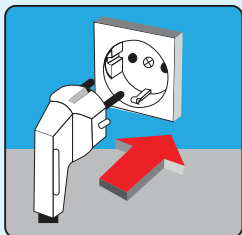

Рисунок 13
- Вставьте вилку холодильника в розетку с переменным током 220-240 В/50 Гц, которая установлена согласно правилам (Рисунок 13)